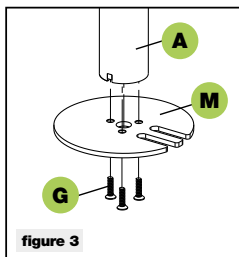

figure 3
1. Install the grommet base plate (m) to the pole (a) using 3pcs 5x14 bolts (g) and tighten using the Allen key (o), see figure 3
1. Die Scheibe (m) mit den 3 Schrauben 5x14 (g) am Rohr (a) befestigen und mit dem Inbusschlüssel (o) festziehen, wie in Abbildung 3 gezeigt.
1. Monter la plaque (m) sur le tube (a) en utilisant 3 vis 5x14 (g) puis les serrer à l'aide de la clé Allen (o), conformément à la figure 3.
1. Instalar la placa (m) en el tubo (a) usando 3 tornillos 5x14 (g) y apretarlos con la llave Allen (o), como en la ilustración 3.
1. Zamontować płytkę (m) na rurę (a) za pomocą 3 śrub 5x14 (g) i dokręcić je kluczem imbusowym (o), jak na rys. 3.